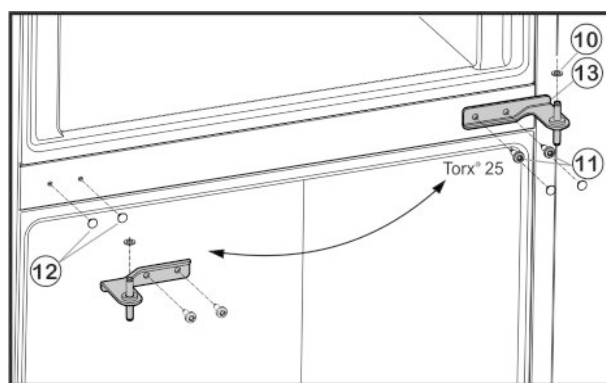

Fig. 5
- ▶ Открутите крепежные винты Fig. 5 (11) (2 шт. Torx® 25) и извлеките средний опорный кронштейн из нижней дверцы.
- ▶ Снимите пластиковую шайбу Fig. 5 (10).
- ▶ Аккуратно снимите крышки Fig. 5 (12) и вставьте их на противоположной стороне.
- ▶ Вставьте средний опорный кронштейн Fig. 5 (13) с поворотом на 180° в нижнюю дверцу и прикрутите с помощью крепежных винтов Fig. 5 (11) (2 шт. Torx® 25) на новую сторону шарнира (с моментом 4 Нм).
- ▶ Снова установите пластиковую шайбу Fig. 5 (10).
- ▶ Установите верхнюю дверцу на средний опорный кронштейн Fig. 5 (13).